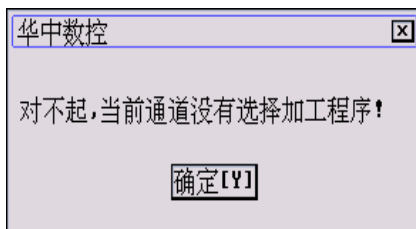

图 5.1.10 提示没有加工程序
- (2) 按 **Enter** 键，如果当前没有选择加工程序，将弹出如图 5.1.10 所示对话框，否则编辑器将调入“正在加工的程序”到编辑缓冲区；